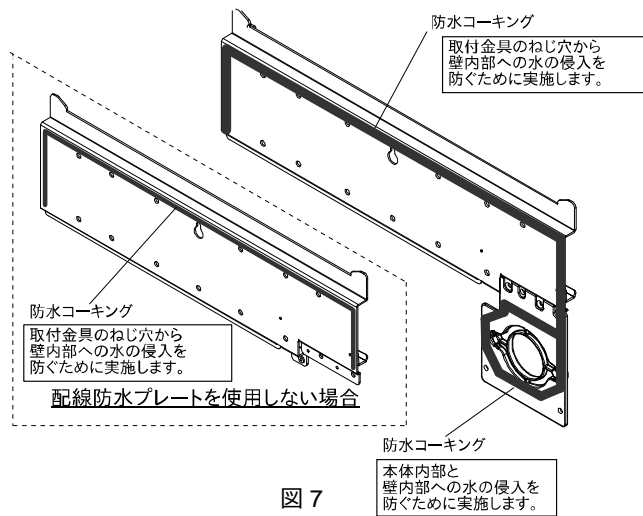

図 7
- ② 取付金具裏面、防水プレート裏面に防水コーキングを行います。(図 7)
- ③ 壁面内のさん木のある場所を選び、取付金具の位置を決めてください。(図 7)
- ④ 取付金具上部のダルマ穴位置を決定し、同梱の樹脂ワッシャ (M5) を通した同梱の取付金具取付ねじ (M5.5×80) を 1 本取り付け、取付金具を引っ掛けてください。